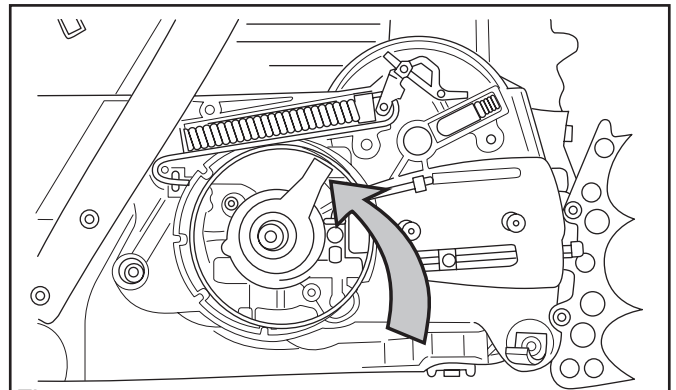

Fig. 1
3. Dévisser la roue d'entraînement. Voir fig. 1.
- Unité de dosage (A dans la fig. 1)